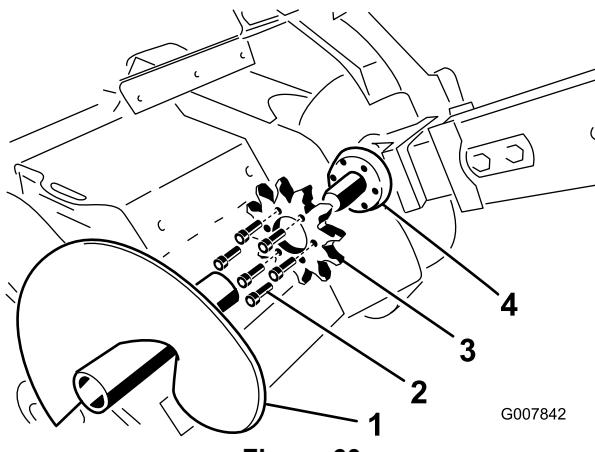

Figura 60
- Retire el sínfin (Figura 60).
- Enrosque los seis pernos que sujetan el piñón de arrastre con la presión de los dedos solamente (Figura 60).
- Retire los seis pernos que sujetan el piñón de arrastre (Figura 60).
- Retire y deseche el piñón de arrastre (Figura 60).
- Limpie la superficie de montaje del piñón en la zanjadora (Figura 60).
- Deslice el nuevo piñón sobre el eje (Figura 60).